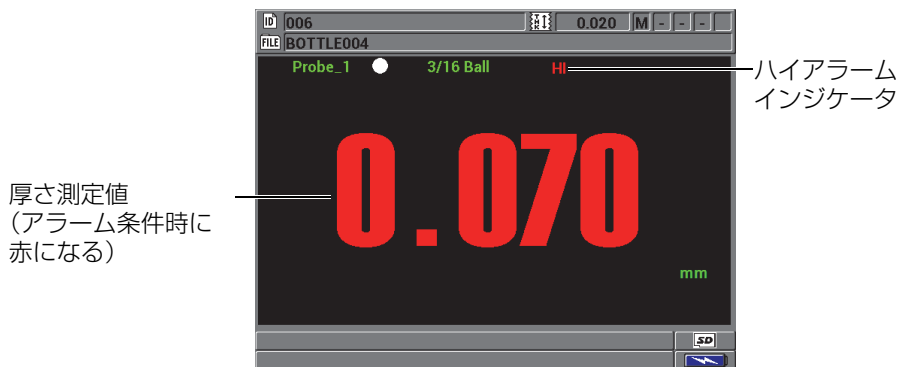

図 5-5 ハイアラームインジケータの例
- HI または LOW アラームインジケータが、測定画面の右上に点滅します（92 ページ図 5-5 参照）。